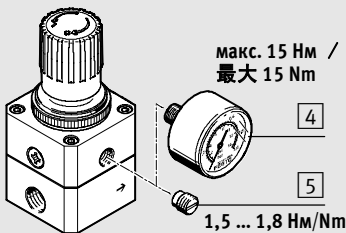

Рис. 3 / 图 3
2. Ввернуть прецизионный манометр MAP [4] по часовой стрелке до упора в LRP/LRPS (→ рис. 3). Поверхность для наложения ключа должна находиться в горизонтальном положении.